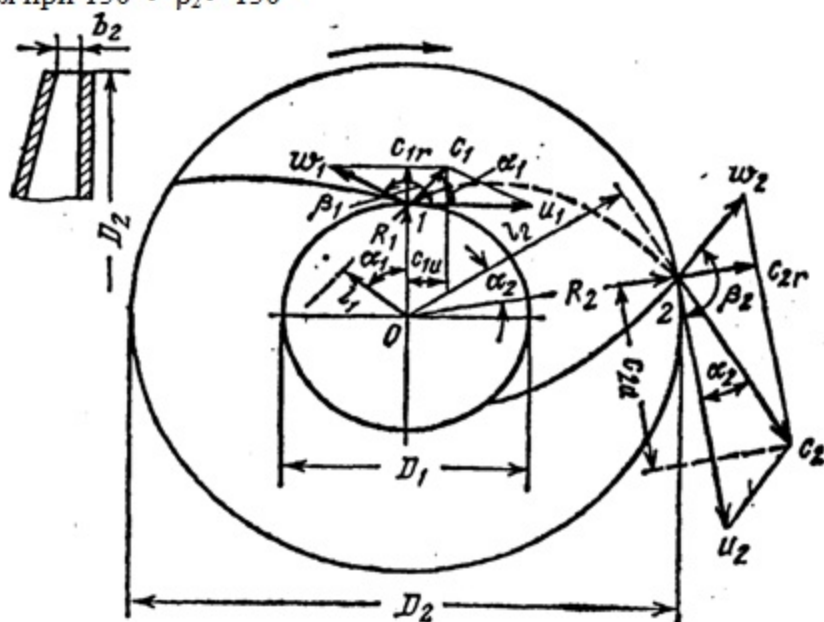

Рис. 4. Швидкості на вході і виході робочого колеса відцентрової машини
1.2.2. Частинки рідини приймають участь одночасно в переносному русі обертаючись разом з колесом з коловою швидкістю $U = \omega R$, де ω – кутова швидкість обертання; R – відстань частинки від осі обертання і в відносному русі, вздовж лопаток, з відносною швидкістю W (рис. 4) – β кут між напрямками W і U .
На рис. 4 показано план швидкостей на вході (положення 1) і виході (положення 2) колеса.